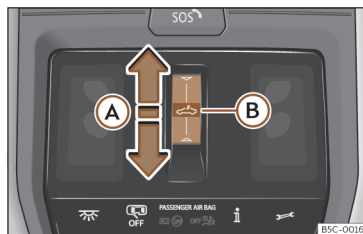

Fig. 82 Dans le revêtement intérieur du toit : touche du toit ouvrant.
- Mouvement automatique : faites glisser le doigt vers l'arrière de la zone fonctionnelle ➞ >>> **fig. 82** (A).
- Dans les 5 secondes après avoir activé la fonction anti-pincement, faites glisser le doigt vers l'avant de la zone fonctionnelle >>> **fig. 82** (A) et maintenez-le appuyé jusqu'à ce que le toit ouvrant soit entièrement refermé.